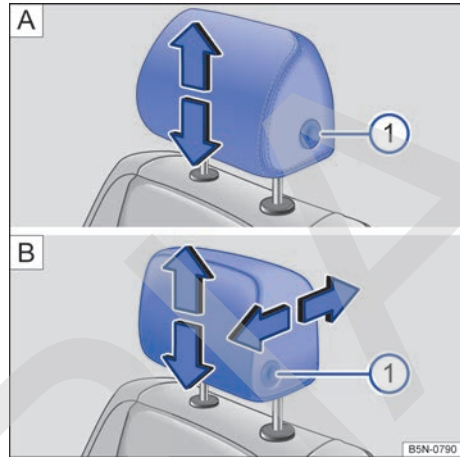
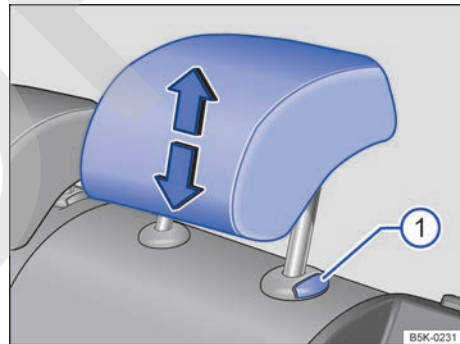

Fig. 97 Ajuste de los apoyacabezas delanteros: **A** Sin posibilidad de ajuste longitudinal, **B** con posibilidad de ajuste longitudinal.
Fig. 98 Apoyacabezas traseros: ajuste.
- Desplace el apoyacabezas hacia arriba o hacia abajo, dado el caso a la vez que presiona la tecla → fig. 97 ① o → fig. 98 ①, en el sentido de la flecha correspondiente → ⚠ en *Introducción al tema* de la pág. 114.
- Desplace el apoyacabezas hacia delante o, a la vez que presiona la tecla → fig. 97 **B** ①, hacia atrás en el sentido de la flecha correspondiente.